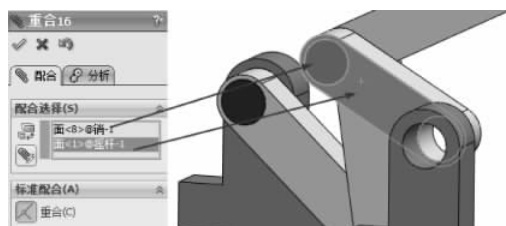

图 3-196 重合配合
(28) 继续配合约束,选择【标准配合】选项组下的【重合】配合类型 ,在【要配合的实体】选择框  中选择如图 3-196 所示的面,其他保持默认,单击【确定】按钮 ,完成重合配合。